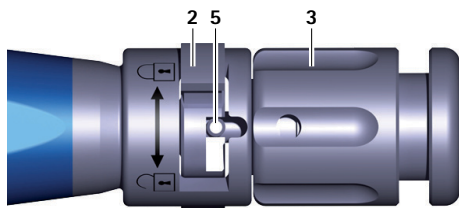
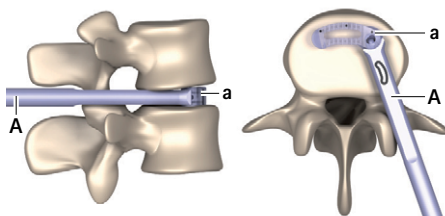

Fig. 3 Em visualização de proximidade do instrumento introdutor; comutador fechado
Fig. 11 Implante na posição final
- ▶ Rodar o comutador 2 para a direita (sentido ⤴), ver Fig. 3.
- Rodar a porca giratória **3** no sentido anti-horário (sentido „forward“), até o pino **5** se encontrar totalmente no comutador **2**, ver Fig. 3. Ter atenção para que o pino **5** não fique preso no comutador **2**.
- Rodar o comutador **2** para a direita (sentido ↷), ver Fig. 3.
- Assim que a posição final (ver Fig. 11) seja atingida: Rodar a porca giratória **3** no sentido anti-horário (sentido "forward"), até o pino **5** se encontrar totalmente no comutador **2**, ver Fig. 3. Ter atenção para que o pino **5** não fique preso no comutador **2**.
- ▶ Rodar o comutador **2** para a direita (sentido ⤴), ver Fig. 3.